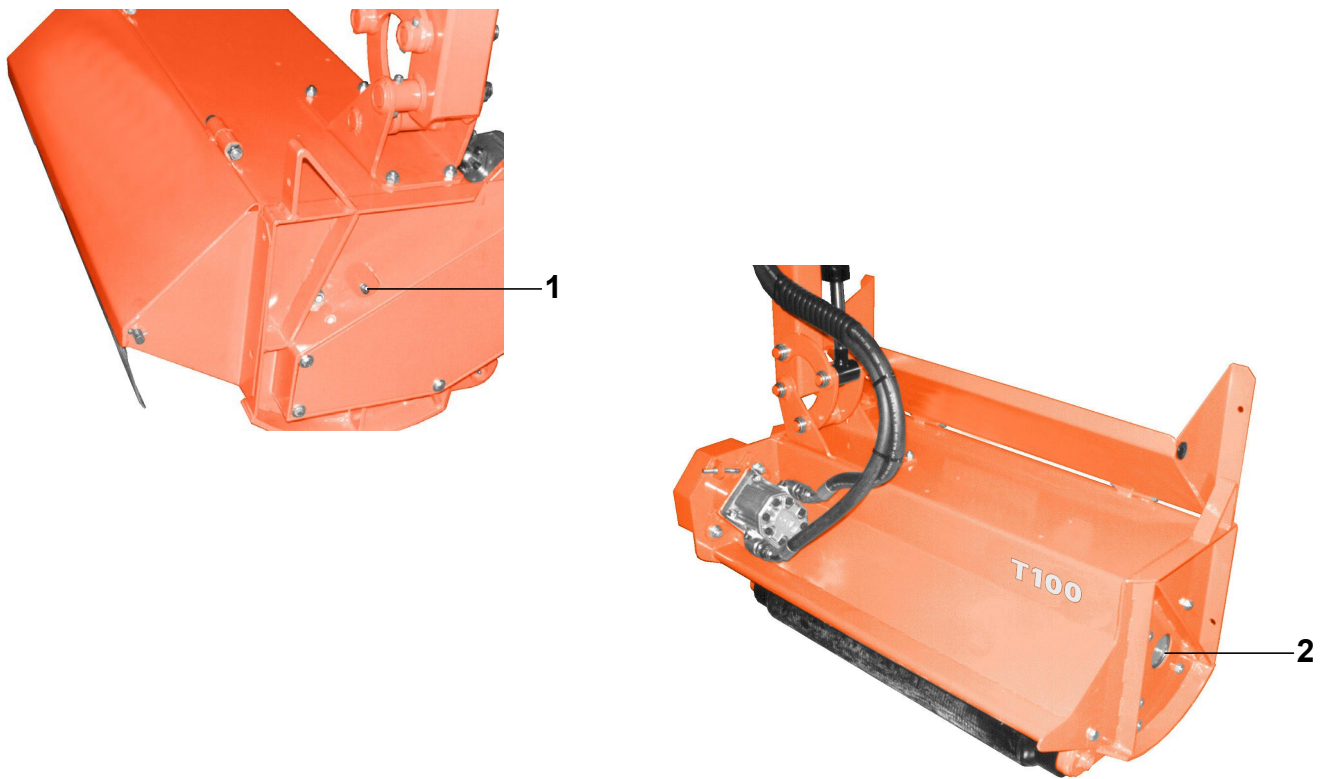

Fig. 8-3
- Tryck in smörjmedlet **ROLOIL "ISOMOV-MS/2"** eller motsvarande i smörjniplarna 1 och 2 (fig. 8-3).